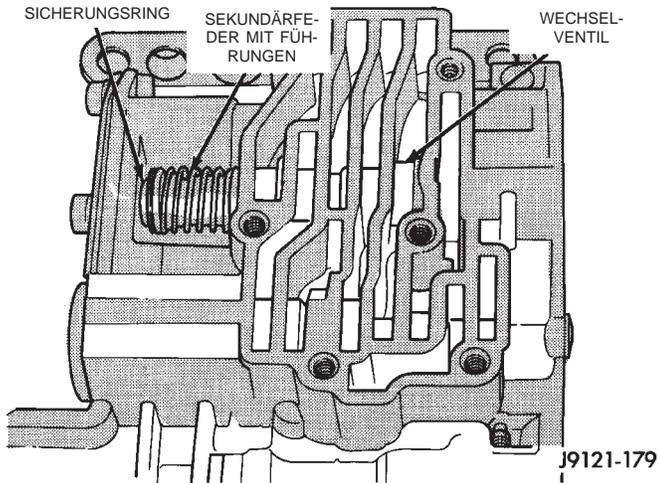

Abb. 52 Sicherungsring und Sekundärfeder für Wechselventil
(22) Sicherungsring für Wechselventil ausheben. Sekundärfeder und Federführungen vom Ende des Ventilschiebers abnehmen (Abb. 52).